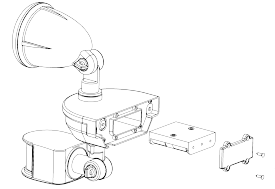

Fig. 2
- Apague el accesorio (posición OFF) y desenchufe el panel solar del cable que va al accesorio. Quite el accesorio de la superficie de montaje, desatornillando los tornillos en ambos lados del accesorio. Desatornille (4) tornillos de la parte posterior (Fig. 2). Retire el compartimiento de las baterías y retire las baterías usadas con la mano. Instale baterías nuevas y vuelva a introducir el compartimiento de las baterías. Asegúrese de que ningún cable haya quedado pellizcado. Coloque las baterías nuevas y vuelva a colocar la cubierta usando (4) tornillos incluidos. Permita que el accesorio reciba tres días completos de luz solar antes de encenderlo (ON).